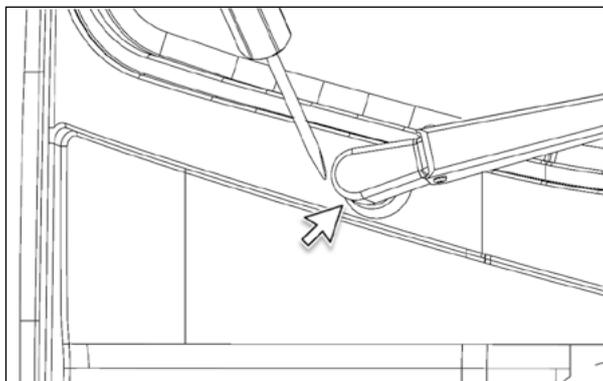

Figura 5-8-6: Tampa protetora do braço oscilante do limpador de para-brisa
4. Remova a tampa protetora do braço oscilante do limpador de para-brisa com o auxílio de uma chave de fenda plana, conforme mostrado na Figura 5-8-6.